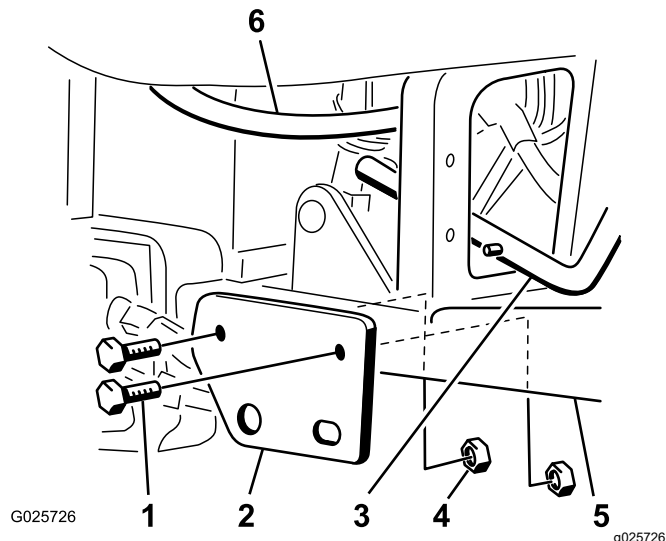

Рисунок 2
5. Установите монтажный кронштейн узла рукоятки подъема скарификатора на правую трубчатую подножку, используя два болта (½ x 3¼ дюйма) и низкие контргайки, как показано на **Рисунок 2**.
Примечание: Минимальный зазор между гидравлическим трубопроводом и узлом рукоятки подъема должен составлять 3 мм. Осторожно передвиньте гидравлический трубопровод так, как требуется (Рисунок 2).